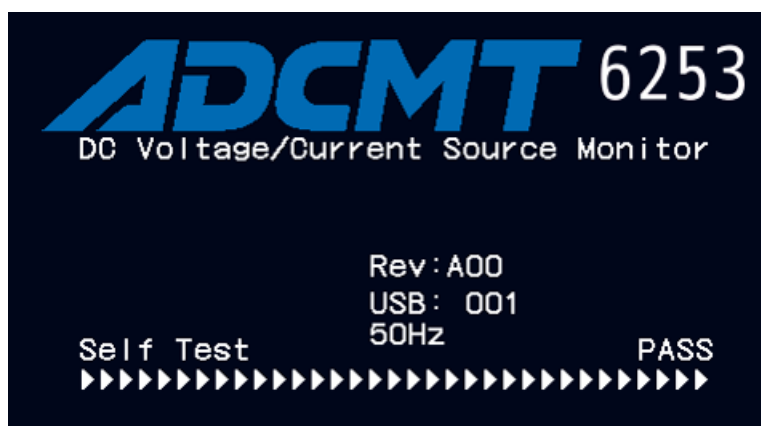
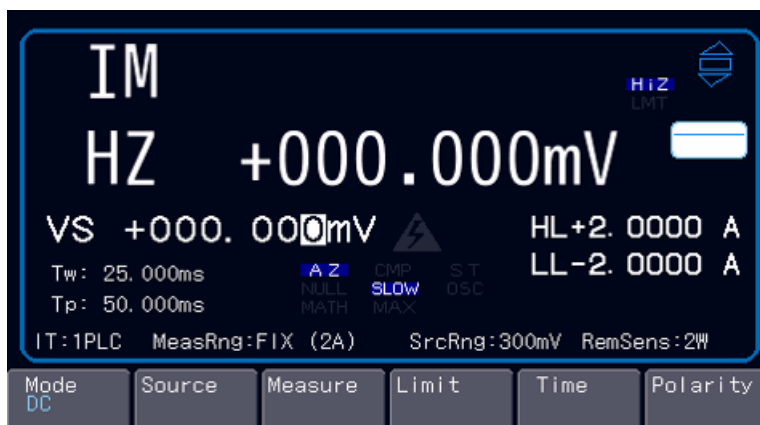

図 1-8 セルフ・テスト終了時の表示
図 1-9 スタート・アップ画面
正常に終了すると、機種名、電源周波数、インタフェース選択および設定、ソフトウェアのレビジョンを表示したあと（図1-8参照）、スタート・アップ画面が表示されます（図1-9参照）。
1. 前回の設定条件により、図 1-9 と異なる表示になることがあります。